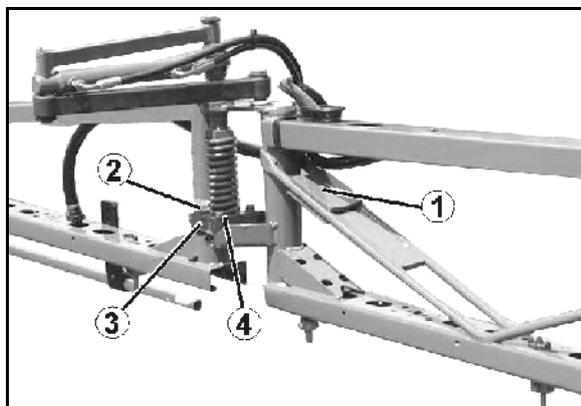

Fig. 138
1. Desatarraxar os parafusos (Fig. 138/2) da églice de fixação (Fig. 138/3). A ajustagem é efetuada directamente no gancho plástico (Fig. 138/4) através dos orifício oblongos da églice de fixação.
3. Apertar os parafusos (Fig. 138/2).